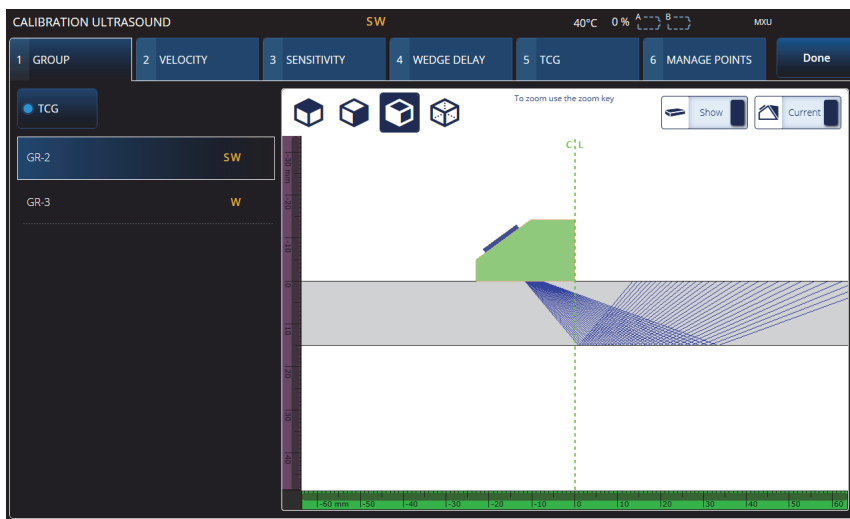

图 4-1 校准 > 组
1. 选择  >  **Plan & Calibrate**（计划 & 校准）> **Calibration Tools**（校准工具），访问 **PA/UT/TFM Calibration**（PA/UT/TFM 校准）向导（参见第 160 页的图 4-1）。参阅第 177 页的“TOFD 校准”，进行 TOFD 校准。与扫查计划向导一样，校准向导的工作流程也（针对不同类型的校准）被分成几个选项卡或部分。
2. 在 **Group**（组）选项卡中（参见第 160 页的图 4-1），选择想要校准的组。对于 UT 组，还要选择要校准的定量方法：**TCG**、**DAC** 或 **DGS**。